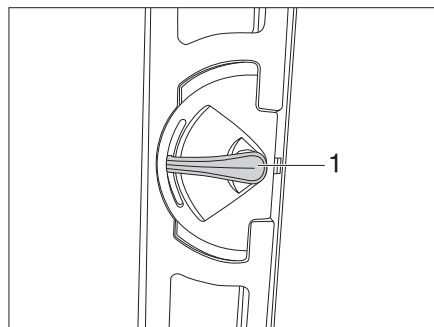
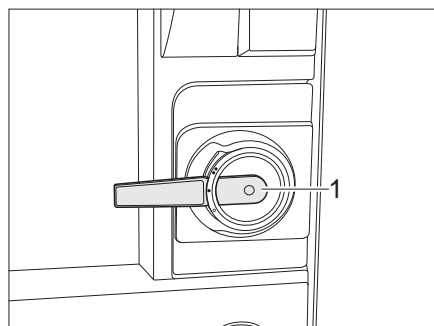

Bild 21 Variant 1: Dörrlås ingångsdörr, insida, öppet
Bild 23 Variant 2: Dörrlås ingångsdörr, insida, öppet
- Tryck ner dörrhandtaget (Bild 21,1 resp. Bild 23,1).